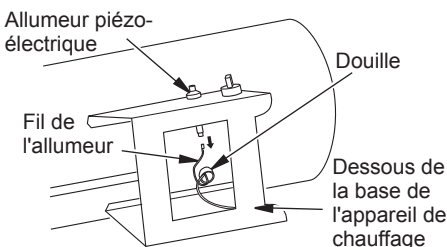

Figure 14 - Retrait du fil de l'allumeur de l'allumeur piézo-électrique
2. Retirez le fil d'allumage noir de l'allumeur piézo-électrique. Le fil d'allumage se trouve sous le socle de l'appareil de chauffage (voir figure 14). Passez le fil par l'encoche de l'habillage de l'appareil de chauffage.